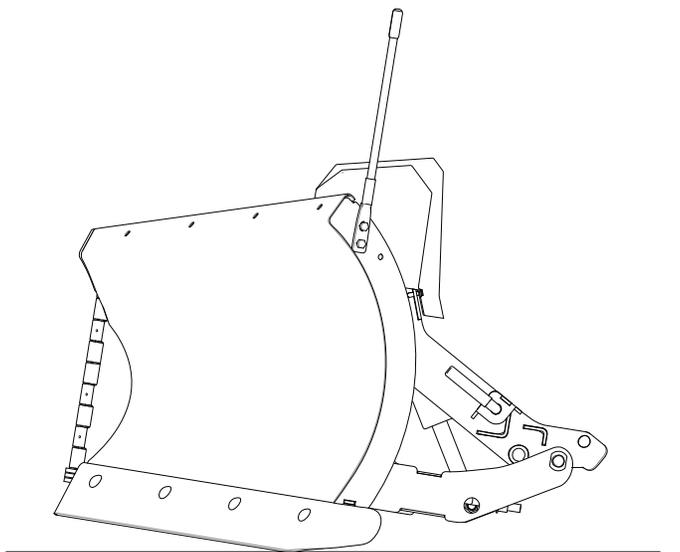
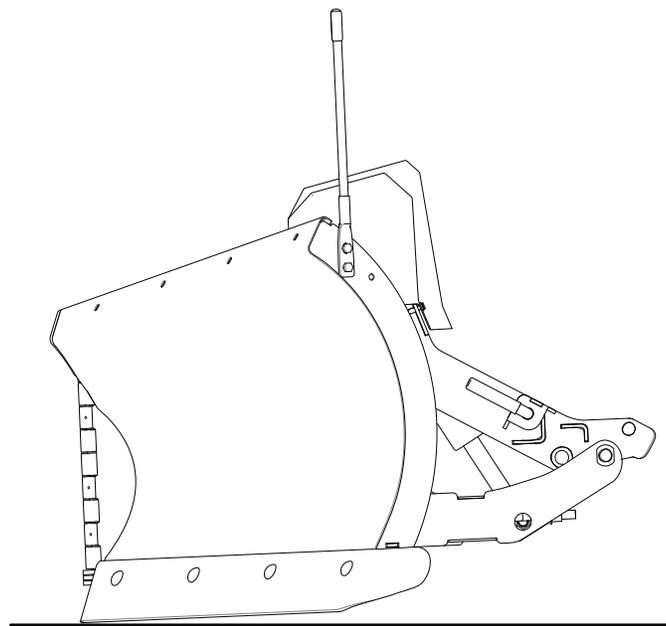

Figure 19
Figure 20
5. Ajoutez ou retirez des cales de réglage des lames; voir Figure 19 et Figure 20.